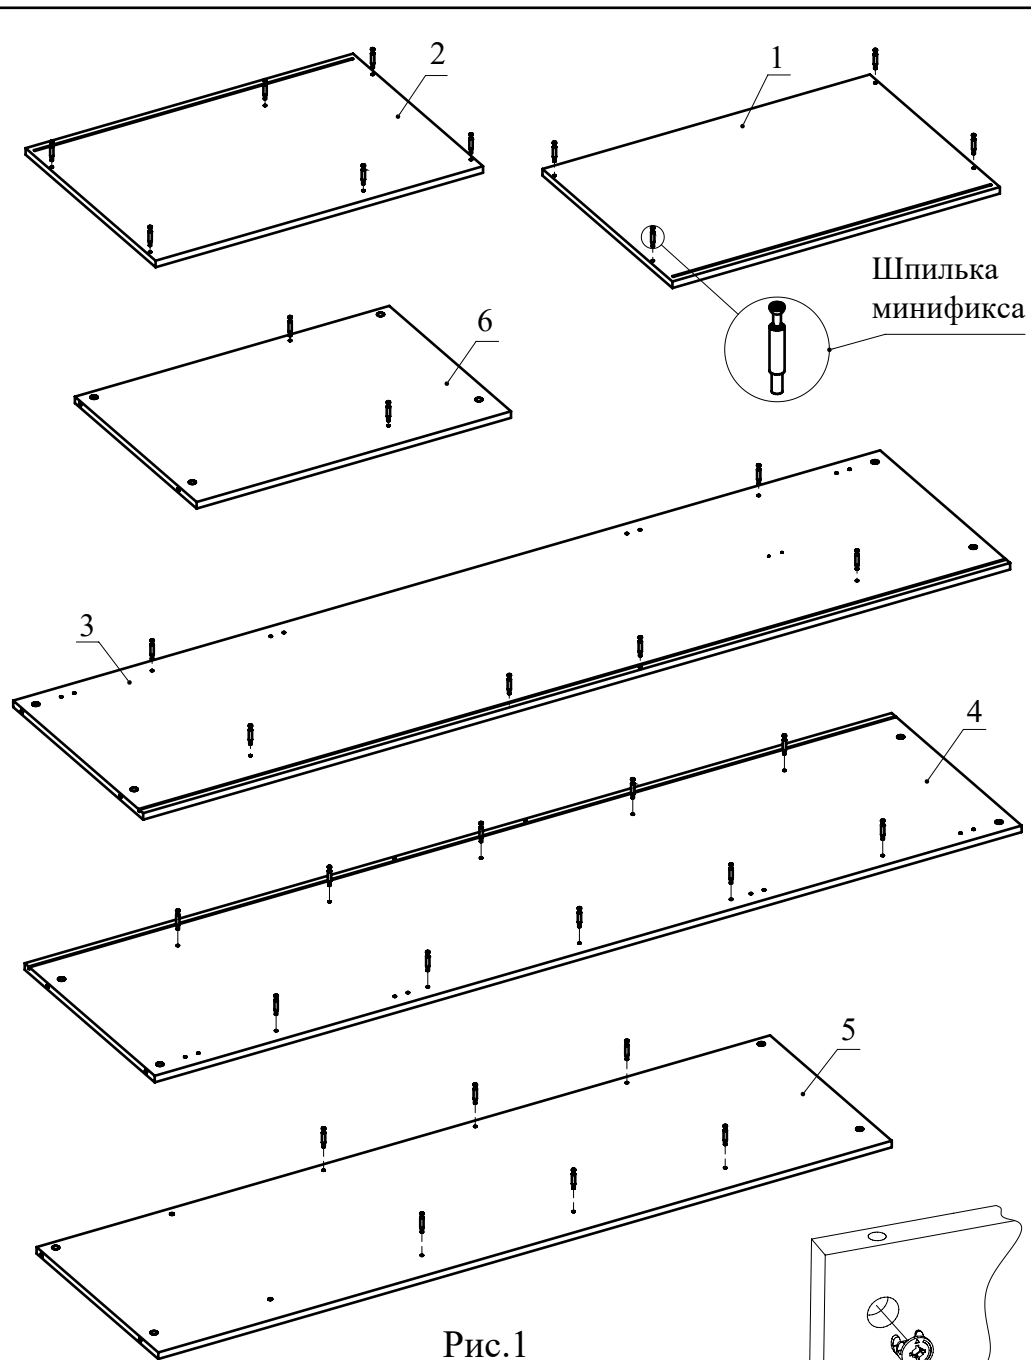

Рис.1
- Вкрутите шпильки минификсов в детали 1, 2, 3, 4, 5, 6 (Рис. 1).